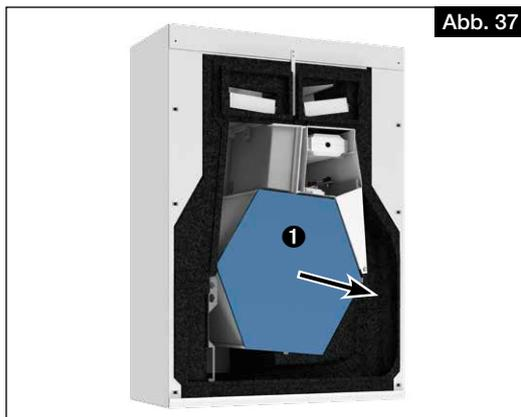

Abb. 37
3. Wärmetauscher **1** vorsichtig aus dem Gerät ziehen (s. Abb. 37).